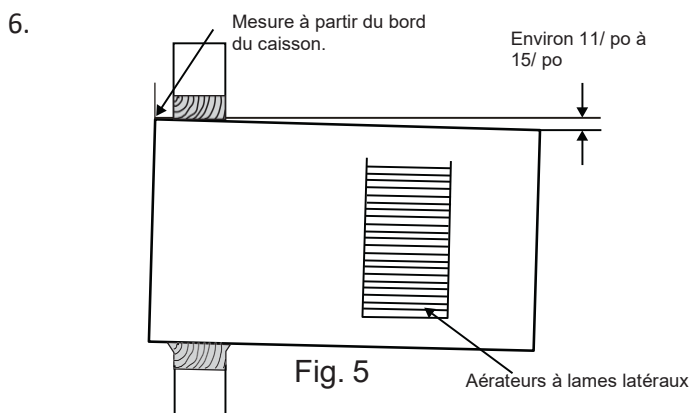

Fig. 5
3. Inclinez le caisson de façon à ce que l'eau puisse s'évacuer (voir la Fig. 5 ci-dessous).